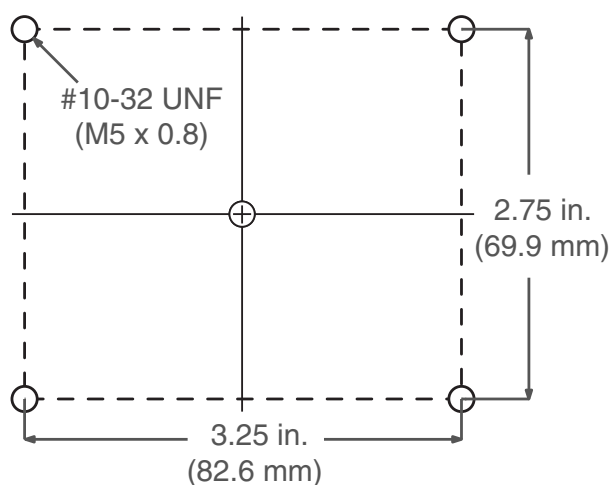

Fig. 37: Orifícios de montagem do CGM
4. Abra furos de montagem utilizando as dimensões do orifício de montagem indicadas em FIG. 37.